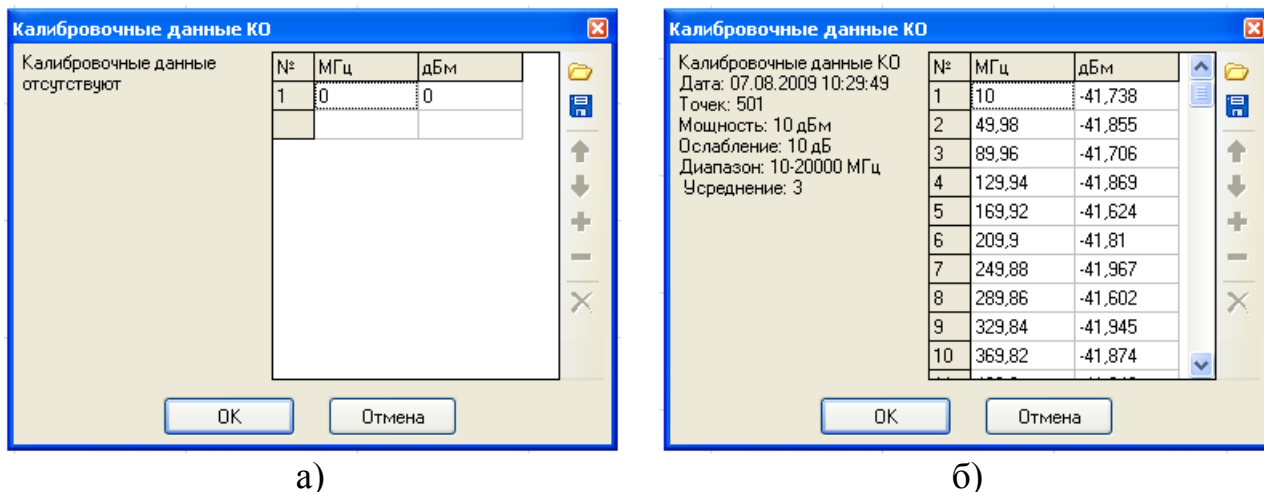

Рисунок 5.4 – Диалог «Калибровочные данные КО»
5.3.4.2 *Калибровочные данные...* – открывает диалог «Калибровочные данные типа измерения1)» с таблицей калибровочных данных. Если калибровка не была проведена, и в загруженном профиле не было калибровочных данных, то таблица будет пустой (рисунок 5.4-а). После проведения калибровки или после загрузки калибровочных данных в диалоге отобразится информация о виде измерения, дате проведения калибровки, количестве точек, мощности, при которой проводилась калибровка и т.д. (рисунок 5.4-б). Диалог также позволяет сохранить калибровочные данные на жесткий диск ПК или другой носитель данных.